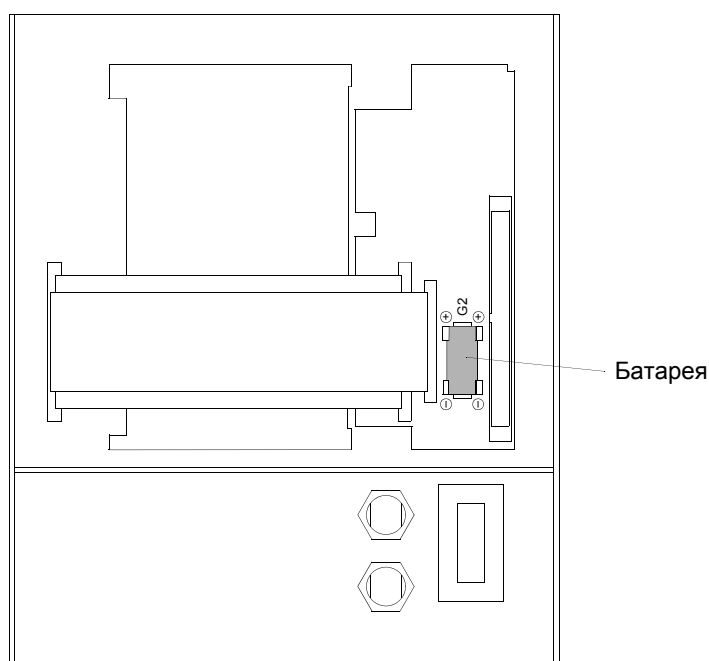

Рис. 8-2 Вид сзади передней панели - размер корпуса $1/2$ с установленной батареей
- Вставьте новую батарею в отсек крепления батареи, как показано на Рис. 8-2.